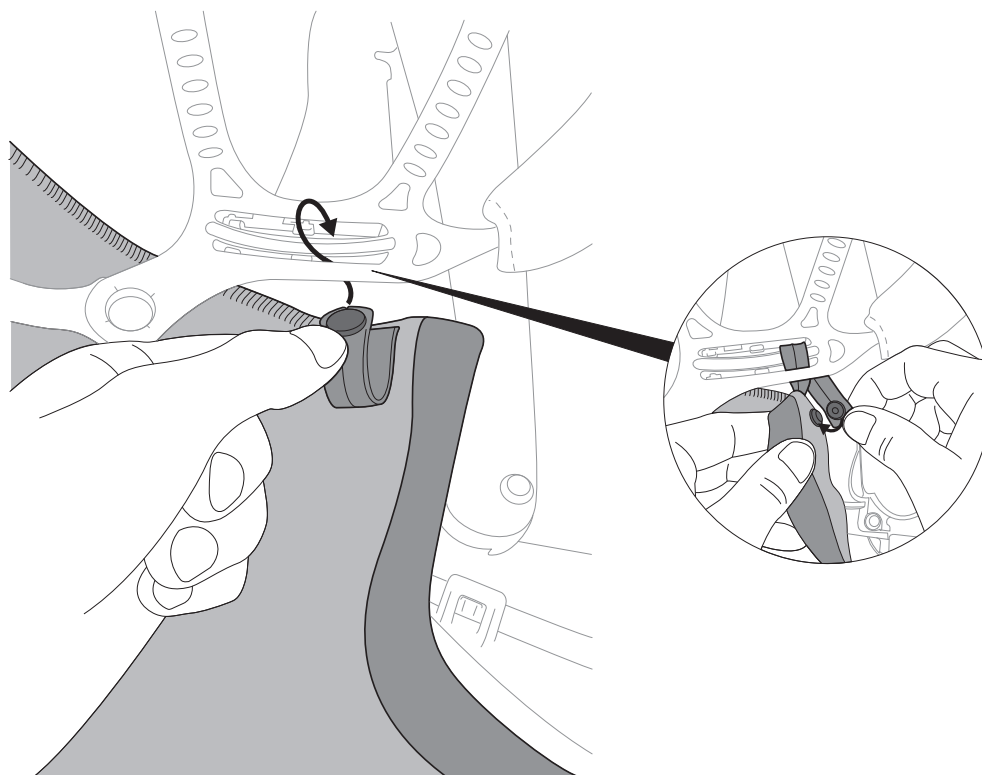

Fig. 18f
e. Faire passer les élastiques à boutons-pression gauche et droite de la cagoule autour des glissières de la coiffe, puis les enclencher en place (Fig. 18f).